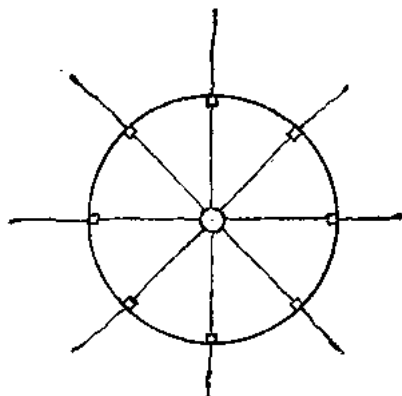

图 3
3. 把总结用图钉钉在伞的圆心里, 顺着折痕由圆心到圆周放一条线, 再剪八块小纸, 把线沿伞边贴牢。然后拔去图钉, 再用一块圆形小纸盖住总结(图 3)。